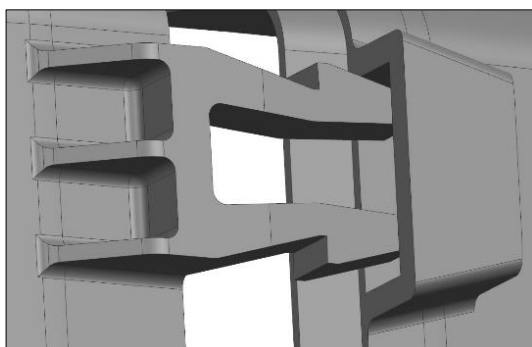
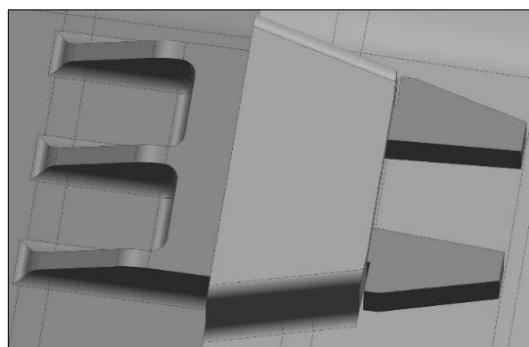

Рисунок 10
Рисунок 11
- 5.4.6. Плотно прижать крышки друг к другу в местах расположения двух точек крепления (рисунок 10) до полного срабатывания всех защёлок (рисунок 11).